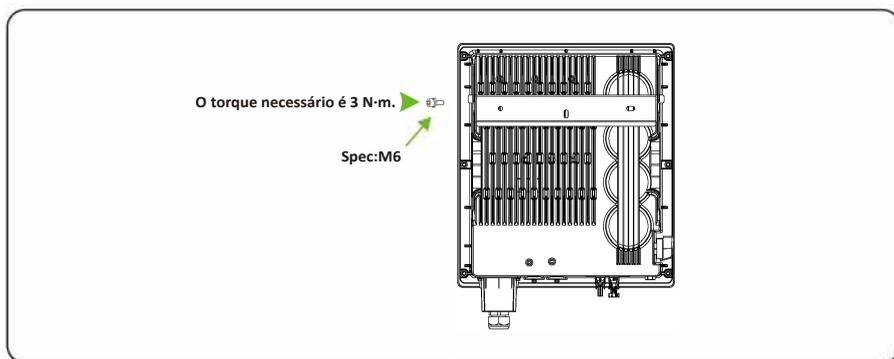

Figura 4.14 Fixe o Inversor
Passo 2: Monte o inversor no painel traseiro e mantenha-os alinhados, conforme mostrado na Figura 4.14.
Passo 3: Aperte os dois parafusos sextavados nas laterais do inversor com um torque de 1,2 N·m e 3 N·m, respectivamente, conforme mostrado na Figura 4.14.